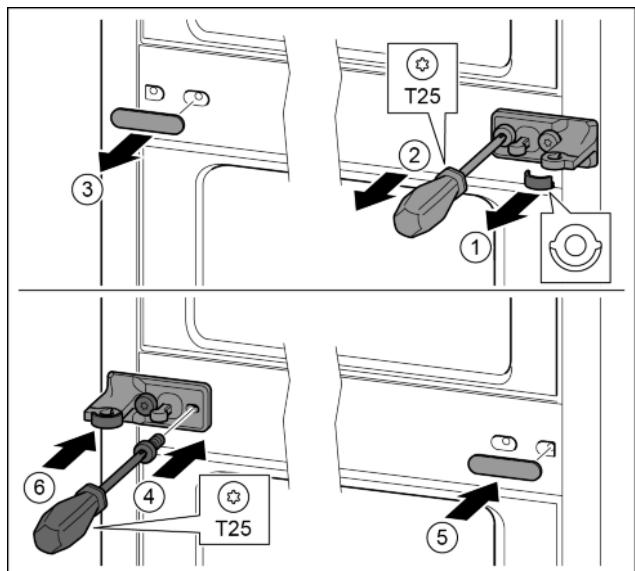

Fig. 28
- ▶ Зніміть перстину. Fig. 28 (1)
- ▶ Викрутіть гвинти за допомогою викрутки T25. Fig. 28 (2)
- ▶ Обережно зніміть кришку. Fig. 28 (3)
- ▶ Опорний кронштейн із плівкою, повернутий на 180°, закріпіть гвинтами з іншого боку. Fig. 28 (4)
- ▶ Почекіть кришку, що повернута на 180°, з іншого боку праворуч. Fig. 28 (5)
- ▶ Встановіть шайбу спереду. Fig. 28 (6)